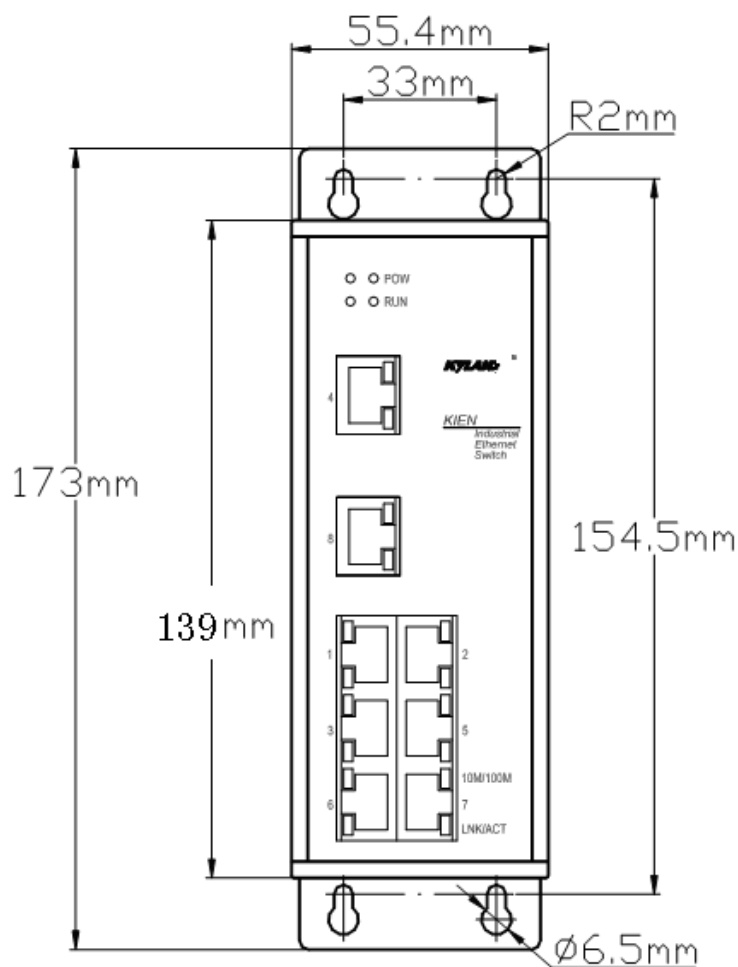

图 2-3 KIEN1000、KIEN2000 壁挂式安装尺寸图
在某些应用场合可能不方便安装 DIN 轨, 使用壁挂式安装将更加合适。可以提供 KIEN1000 和 KIEN2000 系列工业以太网交换机用于壁挂式安装的组件—壁挂板。壁挂式安装尺寸如图 2-3 所示。
3. 选择安装位置：垂直的墙壁或机柜的内壁。如果选择安装在垂直的墙壁上，则建议使用 $\Phi 6$ 塑料膨胀栓和 $\Phi 3$ 自攻螺丝安装设备，依据图 2-3 标注的安装尺寸，用冲击电钻在墙上打 4 个 $\Phi 6$ 孔，深度应能将 $\Phi 6$ 塑料膨胀栓完全塞入，把塑料膨胀栓完全塞入墙上的孔内以后，用十字螺丝刀将自攻螺丝拧入塑料膨胀栓内，但不要拧紧，保留 5 mm 左右的距离；如果要安装在机柜的内壁上，建议制作机柜时依据图 2-3 标注的安装尺寸在机柜内壁上开 4 个 M3 的螺纹孔，也可以现场用手电钻打四个 $\Phi 4$ 的孔，用十字螺丝刀将 4 颗 M3×10 的十字槽盘头螺钉装到 4 个孔上，如果孔内没有螺纹需在背面装 4 个 M3 的螺母。最后螺丝也不要完全拧紧，保留 5 mm 左右的距离。